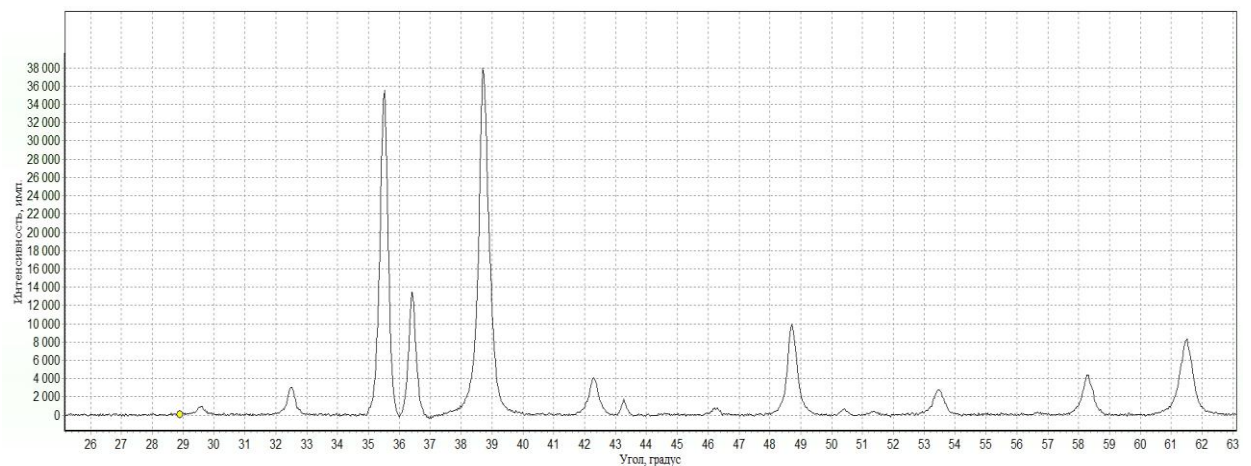

Рис. 2 Рентгеновская дифрактограмма нанокристаллических порошков, включающих Cu и O
2. По рентгеновской дифрактограмме порошка (рис. 2) определить фазовый состав (элементный состав порошка представлен Cu и O, длина волны рентгеновского излучения $\lambda_{K1}=0,154$ нм).
3. По рентгеновской дифрактограмме (рис. 2) определить размер областей когерентного рассеяния по выбранному преподавателем максимумам.